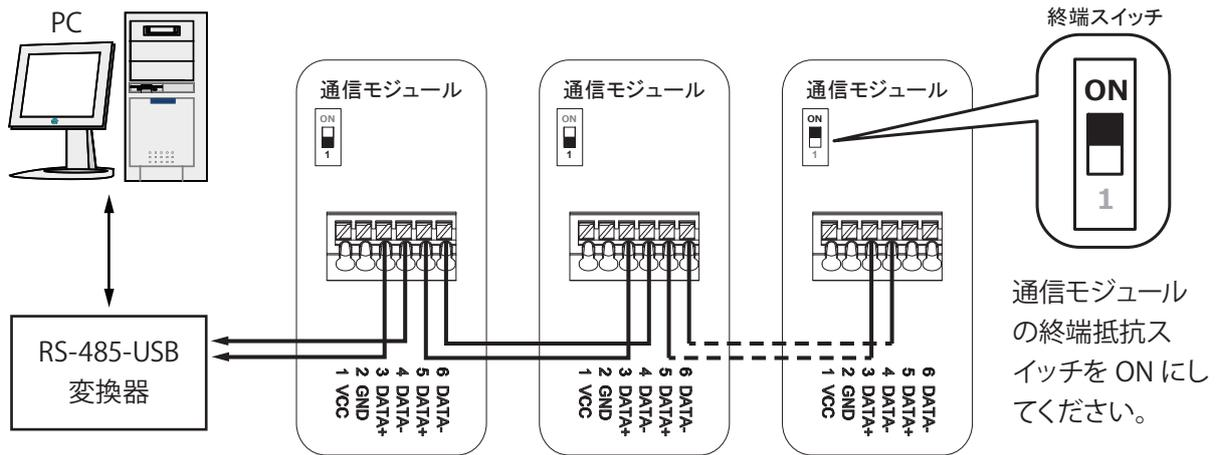

図 5-9 複数のパワーコンディショナを接続するときの通信イメージ図
- ・複数のパワーコンディショナを直列接続するときには、図 5-9 のとおり、最後のパワーコンディショナの終端抵抗を ON に設定してください。